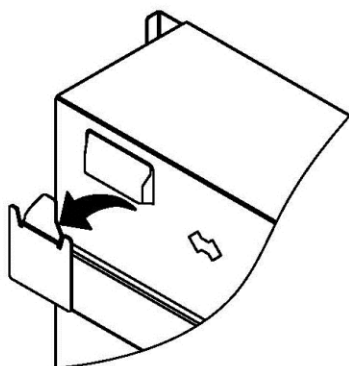

Fig.3
- Soulevez délicatement le poêle en vous assurant que les deux fentes supérieures arrière du poêle s'engagent dans le support mural (voir la figure 3) et qu'elles sont centrées.